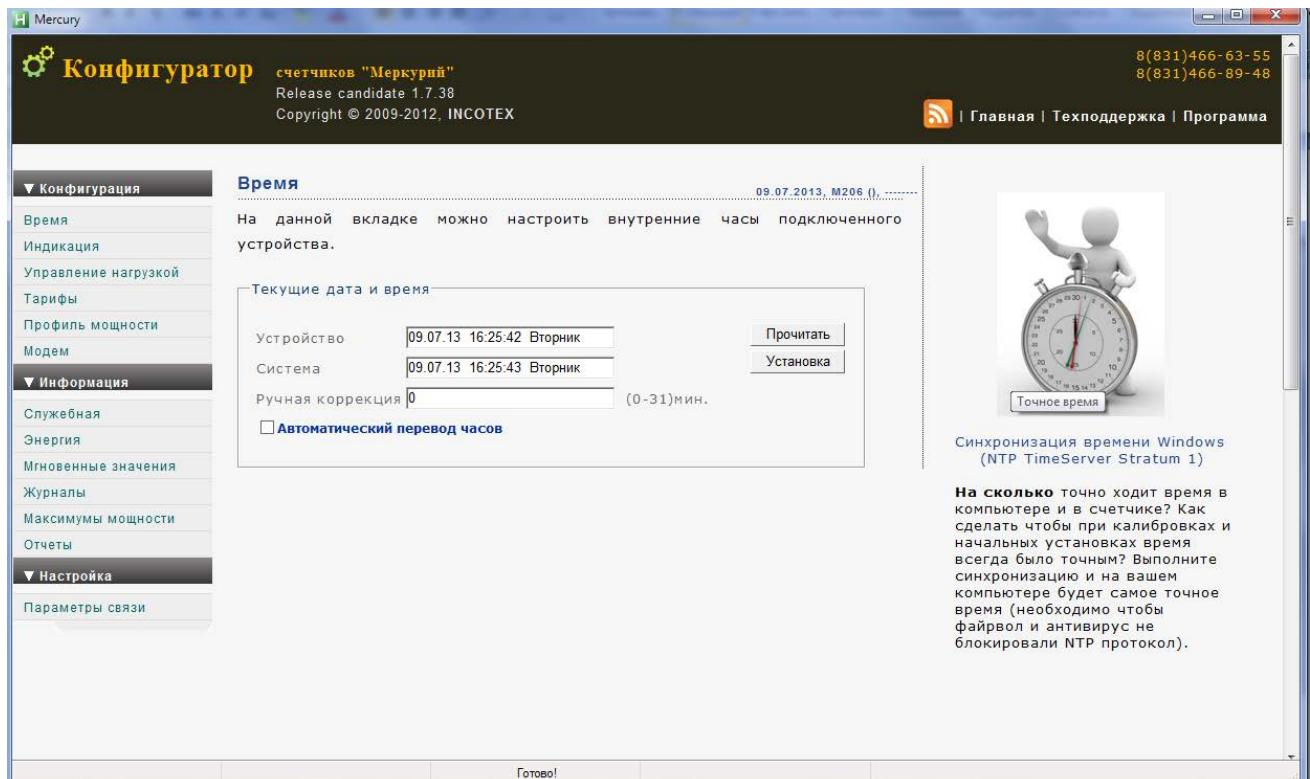
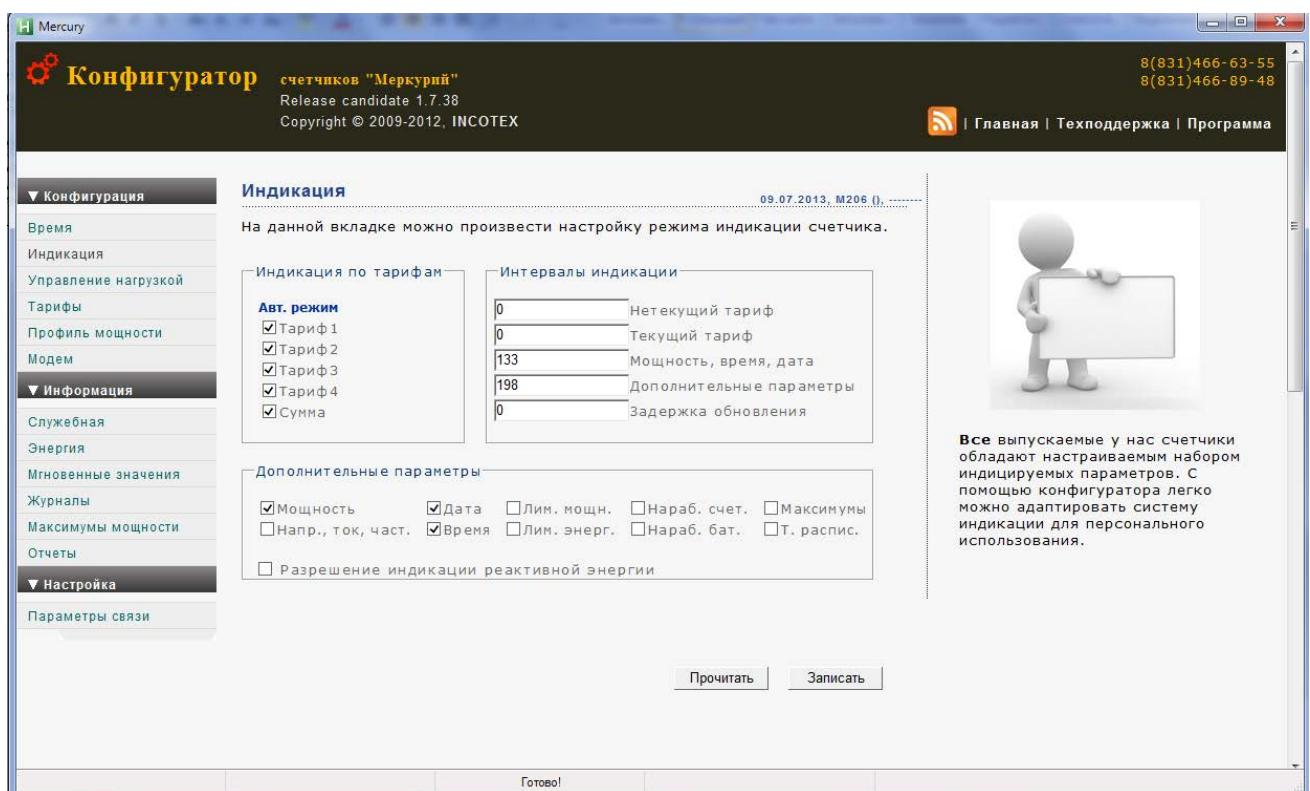

Рисунок 22
Рисунок 23
5.2.3 Далее используя вкладки «Время» (рисунок 22), «Индикация» (рисунок 23), «Энергия» (рисунок 24), «Тарифы» и т.д. и кнопки «Прочитать», «Записать» можно программировать и считывать другую информацию.